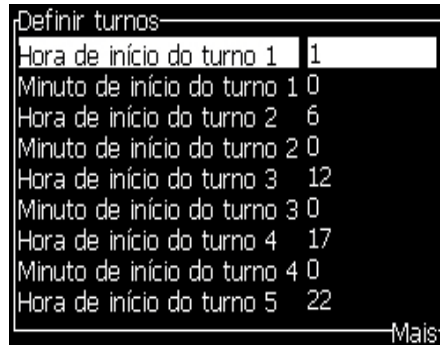

Figura 5-32: Definir os turnos
- 3 Pressione a tecla *Enter* para abrir a caixa de diálogo *Definir turnos* (Figura 5-32 na página 5-45).